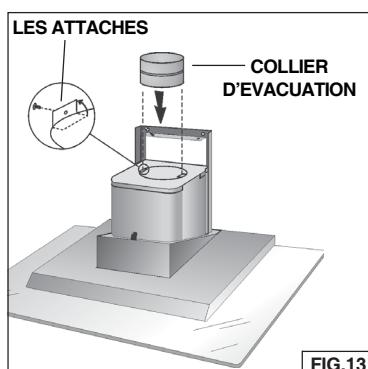

FIG.13
4. Installer le collier d'évacuation à l'intérieur des attaches et les fixer avec deux vis (2) de 3.9 x 9.5mm (Fig. 13).